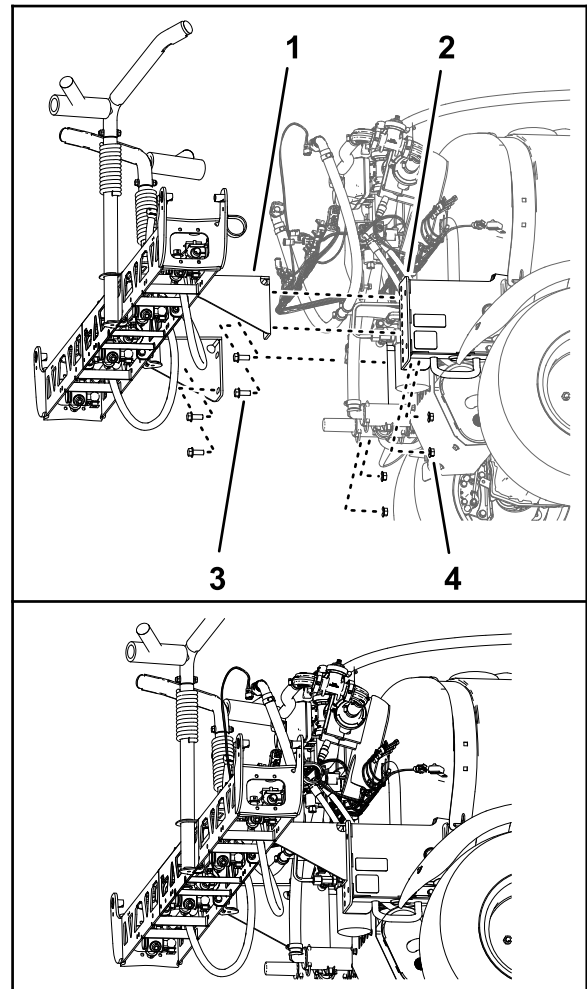

Bild 93
1. Verwenden Sie eine Hebevorrichtung mit der angegebenen Kapazität, heben Sie den mittleren Sprühabschnitt an und fluchten die Löcher in der Stützhalterung für den Sprühabschnitt (Bild 93) mit den Löchern in der Befestigungsplatte für den Maschinenrahmen aus, den Sie in Schritt 3 in Entfernen des mittleren Sprühabschnitts (Seite 22) identifiziert haben.
2. Befestigen Sie den mittleren Sprühabschnitt mit den vier Bundkopfschrauben (1/2" x 1-1/4") und den vier Sicherungsbundmutter (1/2"), die Sie in Schritt 4 in Entfernen des mittleren Sprühabschnitts (Seite 22) entfernt haben, an den Befestigungskanälen (Bild 93).